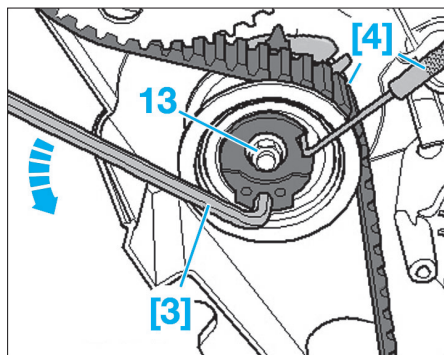

FIG. 15
- [3]. Clé de réglage du galet tendeur ref.T10264 (Fig.15)
- [4]. Tige de blocage du galet tendeur ref.T10265 (Fig.15)
• Desserrer la vis de fixation du galet-tendeur (13) et tourner l'excentrique du galet-tendeur dans le sens inverse des aiguilles d'une montre (flèche) à l'aide de la clé à douille [3] jusqu'à ce qu'il soit possible de bloquer le galet-tendeur avec la tige de blocage [4] (Fig.15).